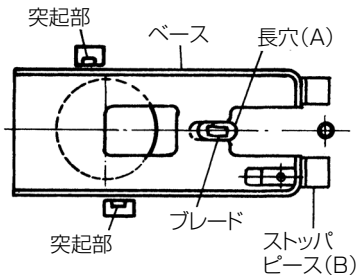

図 33
- (2) テーブルの長穴 (A) にジグソーのブレードを通し、突起部の間にベースが入るようにします。つぎに、ベースの先端をストッパピース (B) に突当てます。(図 33)